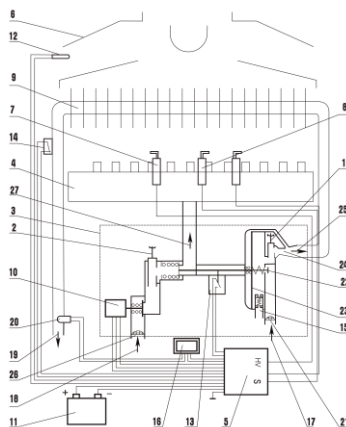

Рисунок 4.3. Функциональная схема водонагревателя
4.3. Функциональная схема водонагревателя показана на рис.4.3.